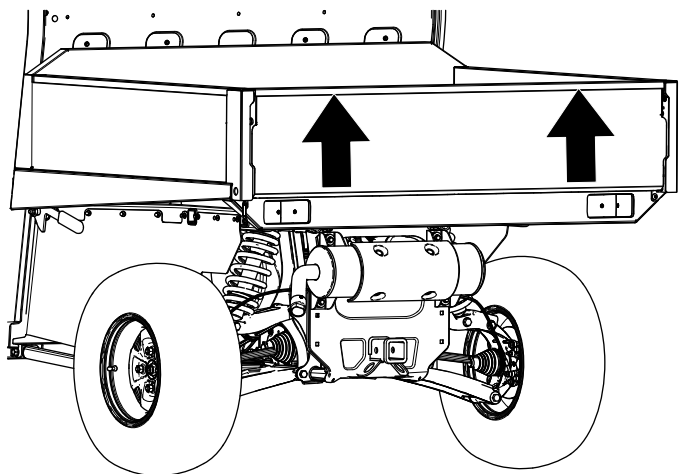

Figure 12
2. Utilisez les deux mains pour soulever le hayon en le prenant par le bord supérieur (Figure 12).